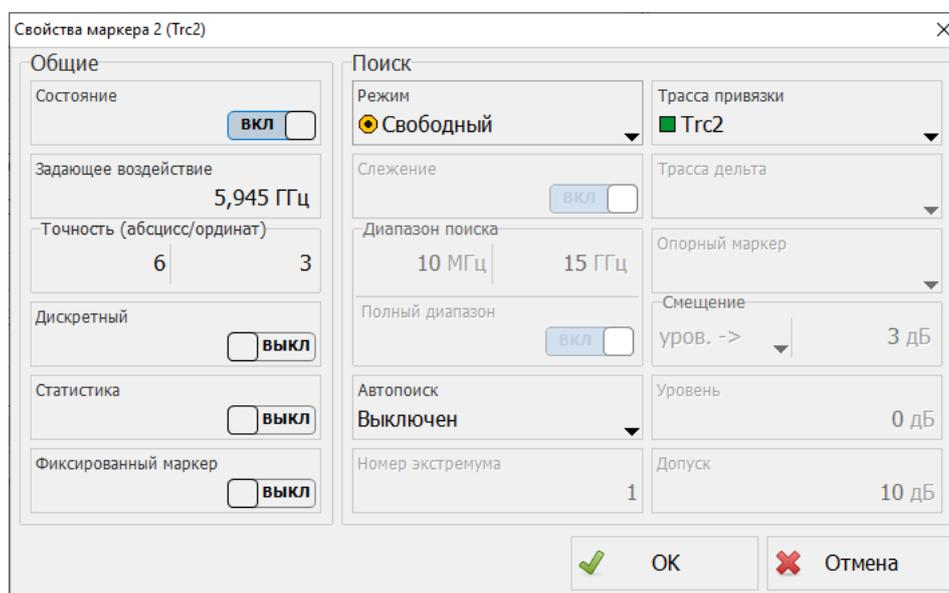
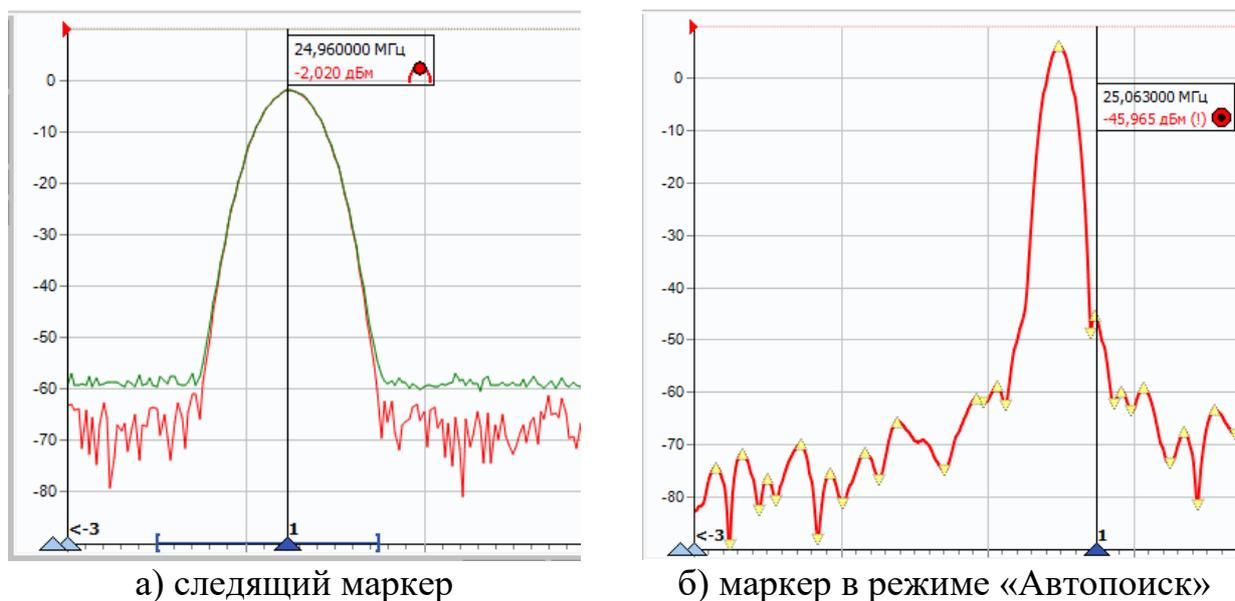

Рисунок 2.50 – Свойства маркера
Рисунок 2.53 – Виды маркеров
На рисунке 2.48-а показано контекстное меню маркера, появляющееся после щелчка правой кнопки мыши по номеру маркера или по окну индикации маркера; на рисунке 2.48-б – соответствующая панель управления, содержащая наиболее часто используемые функции и настройки маркеров. Пункт меню «Свойства...» и кнопка панели управления «Все свойства...» вызывают окно, содержащее полный набор параметров маркера (рисунок 2.50).
Переключателем «Состояние» (рисунок 2.50) можно активировать или деактивировать выбранный маркер.
**Следящие маркеры** от кадра к кадру меняют своё положение по горизонтальной оси – следят по заданному критерию. Для слежения используются значения одной или двух трасс, к которым привязан маркер. В окне «Свойства маркера» (рисунок 2.50) задаётся привязка к основной трассе («**Трасса привязки**») и дополнительной (так называемой «**Трассе дельта**»), а также выбирается режим слежения: поиск минимума, максимума, заданного значения в указанной трассе или разницы между трассами («дельта»-измерения). Привязка маркера отображается и может быть изменена в контекстном меню маркера. Поиск точки, удовлетворяющей критерию, выполняется по всей трассе или в заданном диапазоне в зависимости от состояния переключателя «Полный диапазон». Диапазон поиска, ограниченный пользователем, обозначается на оси абсцисс в виде синего отрезка, ограниченного прямоугольными скобками (рисунок 2.53-а).